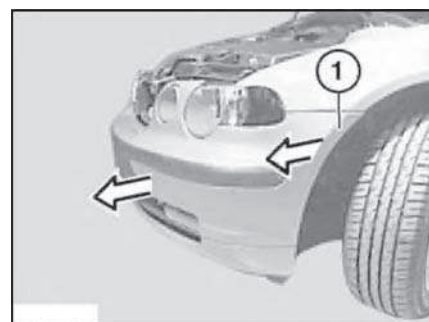

Рис. 20.9. Передний бампер
- Захватив бампер (1, рис. 20.9) у края арки колеса одновременно с обеих сторон, сильно потянуть бампер вперед. Отсоединить ШС звуковых сигналов, противотуманных фар и снять бампер движением вперед.